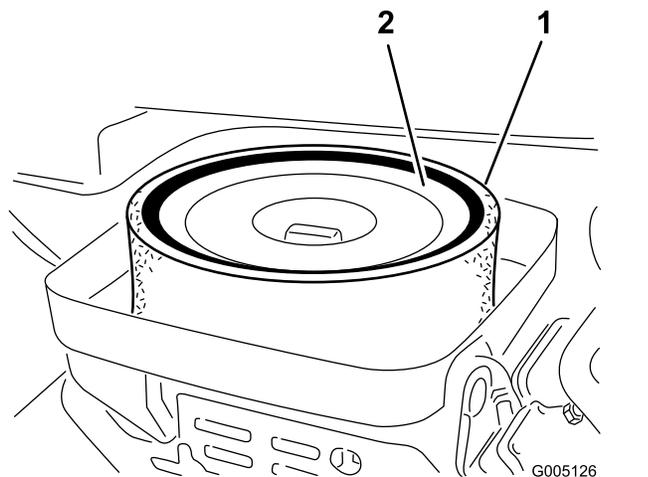

図 35
3. エレメントをエアクリーナに固定している蝶ナットを外す 図 35。
4. スポンジ 図 35 を点検し、汚れていればペーパーエレメントから外す。以下の要領で丁寧に清掃してください